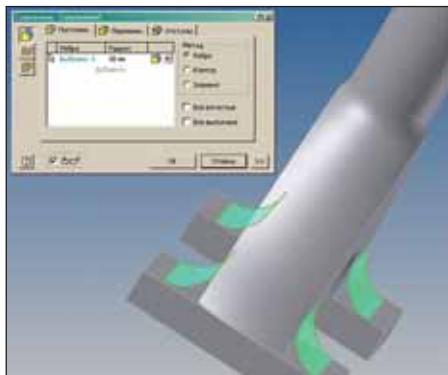

Рис. 31
42. С помощью инструмента *Сопряжение*  создать сопряжения, выбрав следующие ребра (рис. 31 и 32).